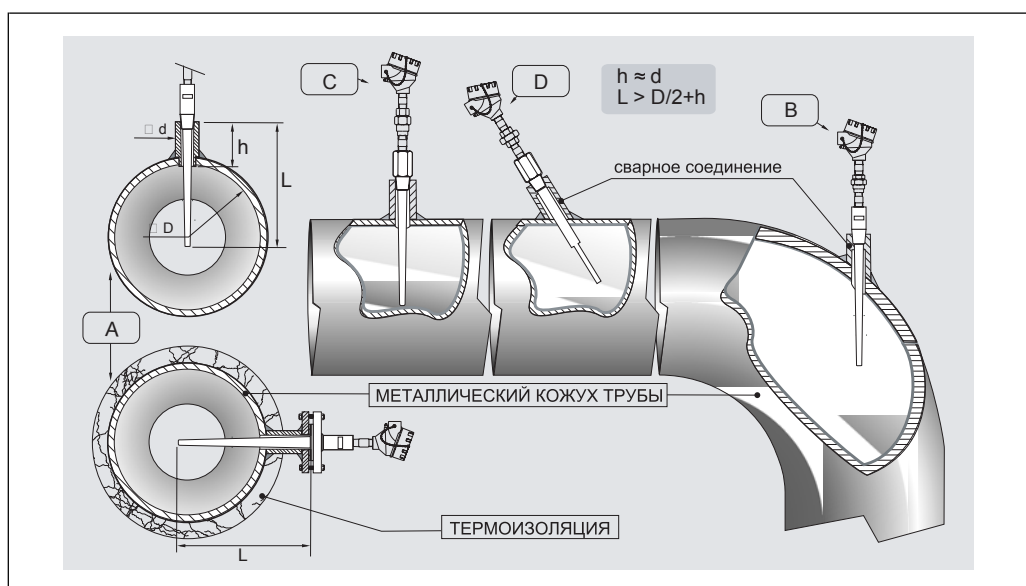

Рис. 3. Примеры монтажа.
Термометры Omnigrad S TR66 могут монтироваться на трубы или резервуары с помощью резьбовых или фланцевых штуцеров. Ответные детали для технологических штуцеров и уплотнителей, если они необходимы, не поставляются вместе с датчиком, и должны заказываться отдельно. При выборе глубины погружения должны учитываться все характеристики термометра и параметры измеряемой среды. Если глубина слишком мала, может возникнуть ошибка ввиду пониженной температуры текучей среды вблизи стенок и теплопередачи по стержню датчика. Этими ошибками нельзя пренебрегать, если разность между температурой среды и окружающей температурой значительна. Для предотвращения ошибок такого рода рекомендуется использовать термокарманы малого диаметра и глубину погружения (L) не менее 100÷150 мм. В случае труб малого диаметра необходимо, чтобы наконечник зонда доходил до оси трубы и, предпочтительно, слегка выходил за нее (см. рис. 3А-3С). Изоляция внешней части датчика снижает эффекты вследствие малой глубины погружения. В качестве альтернативы можно использовать наклонное крепление термометра (см. рис. 3В-3D).